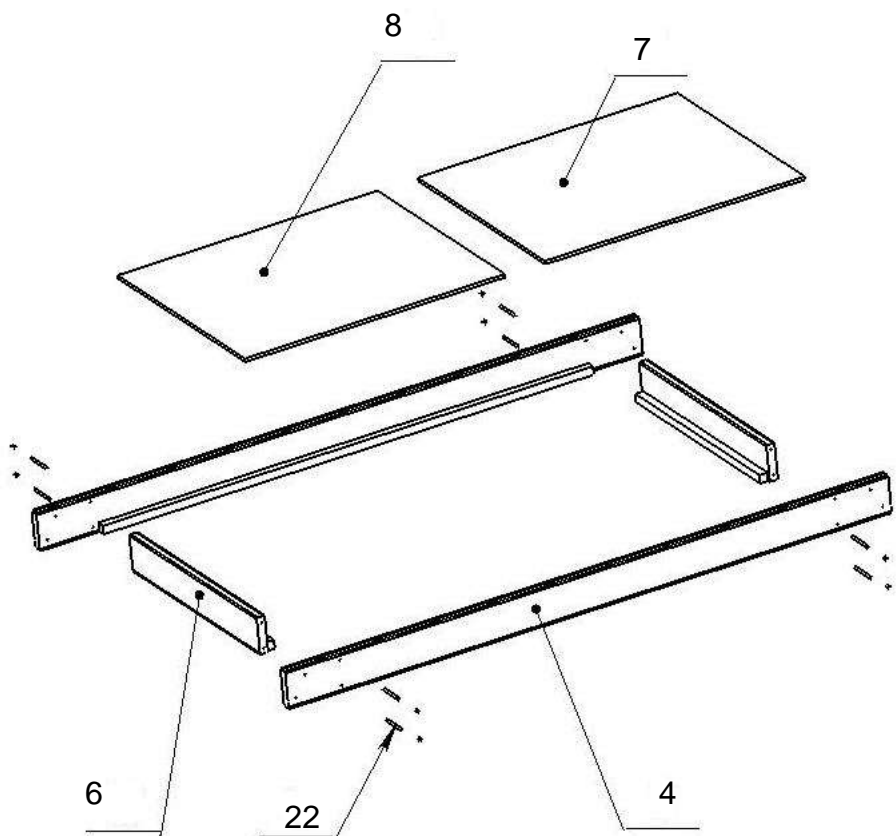

рисунок 3 (сборка кровати)
- 4.2.5.4 На внутренние выступы *царг продольных 1 (№4)* уложить *основания (№№7,8)* (рисунок 3).